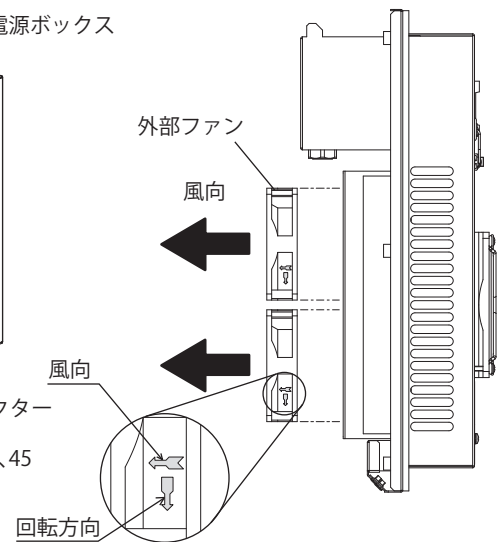

図10 外部ファン取付方法
- ・ファンに刻印された風向の矢印が本製品の外側に向くように取り付けてください。(図10)